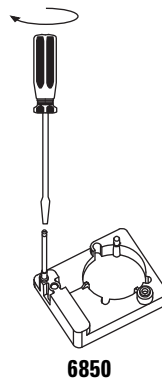

Figure 17 Installation de la tige de montage sur un CPG 6850
- **CPG série 6850.** Installation dans le support de montage de l'injecteur. Desserrez les vis de l'injecteur, puis installez la tige et resserrez les vis. La tige doit être entièrement enfoncée (voir Figure 17).